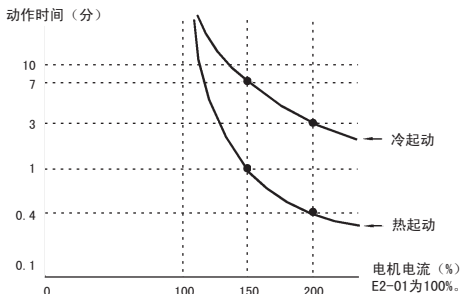

图 4.18 电机保护动作时间
- （注）电机保护动作时间的特性示例请参照下述“图 4.18 电机保护动作时间”。